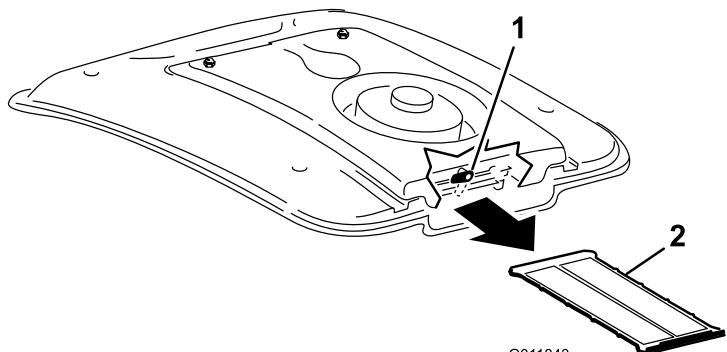

Figure 56
2. À l'arrière du support du ventilateur, tournez le verrou de côté (Figure 56).
| 3. Glissez le filtre de climatisation hors du serpentin (Figure 56).                         |                            |
| 4. Nettoyez soigneusement la grille à l'air comprimé (Figure 56).                            |                            |